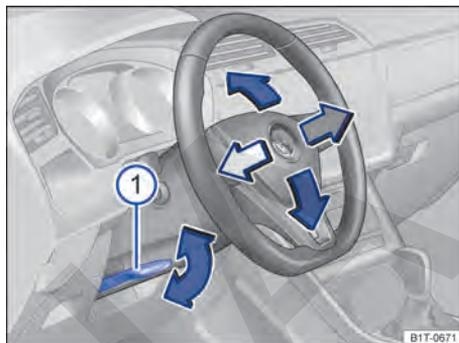

Fig. 77 Debajo del volante, en el guarnecido de la columna de dirección: palanca para el ajuste manual de la posición del volante.
- Tire hacia abajo de la palanca → fig. 77 ①.
- Después del ajuste, presione siempre la palanca → **fig. 77** ① firmemente hacia arriba para que no se modifique la posición del volante accidentalmente durante la marcha.